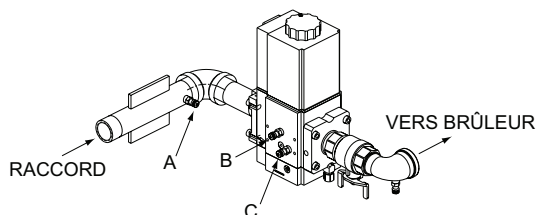

Figure 54. Emplacements de mesure de pression de gaz
2. Connectez un manomètre gradué de 12 po à un point de purge situé en amont, sur le tuyau d'alimentation en gaz de l'appareil (point de mesure "A", Figure 54).
- Connectez un manomètre gradué de 24 po à un point de mesure de pression situé près du robinet d'arrêt, en aval de la vanne de gaz (point de mesure "C", 82, à la **Figure 54**).